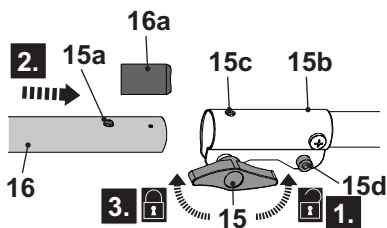

Fig. 1
1. Desserrez la molette de verrouillage (15) en la tournant dans le sens inverse des aiguilles d'une montre (Fig. 1, étape 1).
2. D'abord, retirez le manchon de protection noir (16a), puis alignez la barre inférieure (16) avec le manchon de verrouillage (15b) et insérez-la à l'intérieur (Fig. 1, étape 2). Assurez-vous que la broche (15a) correspond au trou (15c).
4. Fixez les connexions avec la molette de verrouillage (15) (Fig. 1, étape 3).